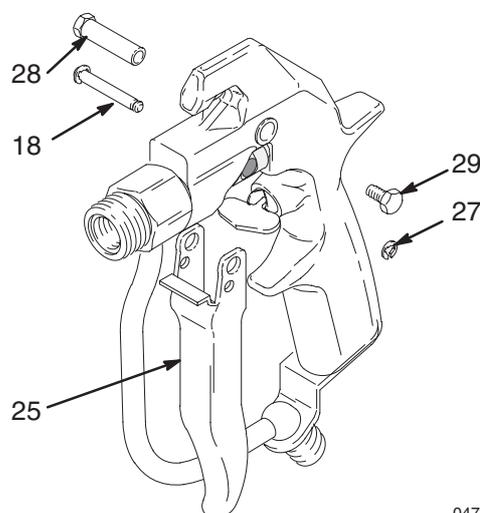

Fig. 8 04732
4. Retirer le circlip (27). Retirer la goupille (18). Retirer la vis (29), la goupille de pivotement (28) et déclencher le système (25). Voir Fig. 8.